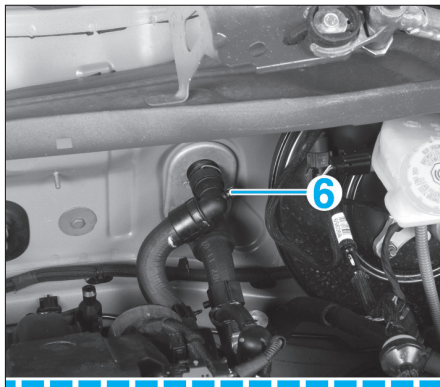

FIG. 40
- (6) sur la durit du radiateur de chauffage (Fig.40),
- (7) sur le boîtier thermostat.